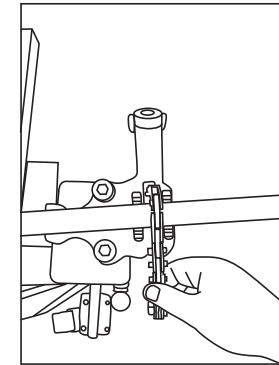
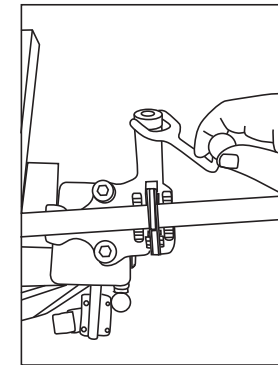

Fig. 3
Fig. 4
2. Enrouler la chaîne sur le dessus du conduit et fixer les dents de la chaîne latérale dans les rainures sous le bas de l'étau (Fig. 3). Tournez la poignée dans le sens horaire pour verrouiller le conduit. La poignée doit être serrée pour assurer les meilleurs résultats d'applications de coupe et de filetage (Fig. 4).